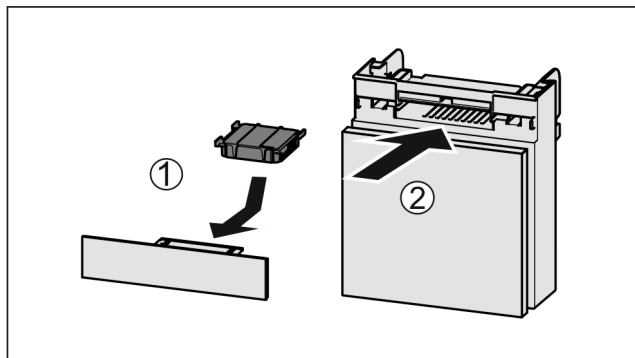

Fig. 156
- ▶ Поставете Fig. 156 (1) филтъра с активен въглен, както е показано на фигурата.
- ▶ Вкарайте Fig. 156 (2) отделениято.